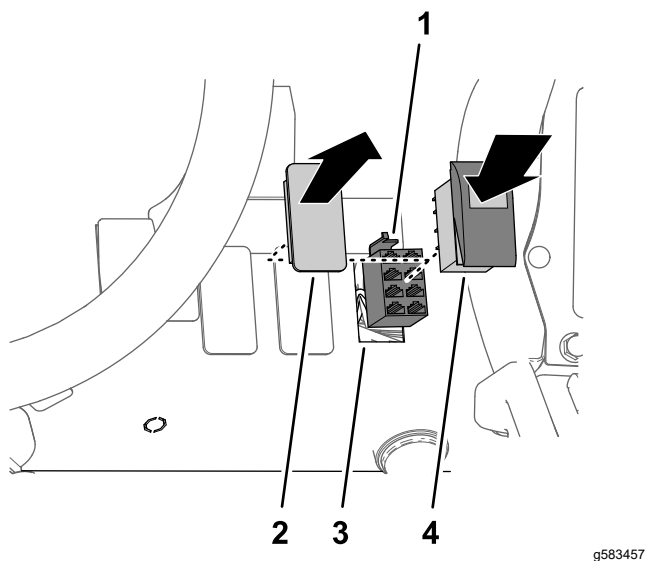

Figure 22
1. Retirez le cache à l'emplacement de l'interrupteur sur la planche de bord, comme montré à la Figure 22.
2. Branchez le connecteur à 8 douilles du faisceau du kit de finition pour rampes soniques étiqueté SONIC MODE MANUAL VS. AUTO sur l'interrupteur à bascule (Figure 22).
3. Insérez l'interrupteur à bascule dans l'ouverture de la planche de bord jusqu'à ce qu'il s'enclenche solidement en place (Figure 22).